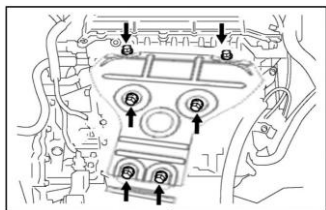

Рисунок II-72
2. Установить верхнюю крышку теплоизоляции выпускного коллектора и закрепить ее 6 болтами (см. Рисунок II-72).